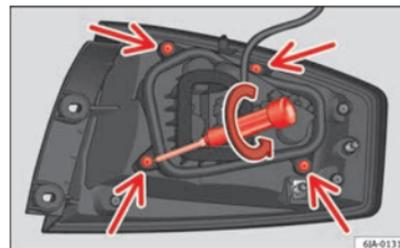

Fig. 164 Vis de fixation au dos du feu arrière
- Dévissez les quatre vis de fixation du support d'ampoule dans le sens contraire des aiguilles d'une montre avec le tournevis fourni ou une clé Torx 20 (T20) → fig. 164. Veillez à ne pas perdre les vis de fixation du support d'ampoule.